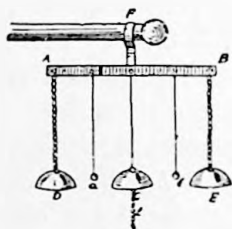

Fig. 26
b) Clopoșeii electrici. — De varga metalică  $AB$  (fig. 26) sunt legați la extremități clopoșeii  $D$  și  $E$  prin câte un lanț, iar la mijloc clopoșelul  $C$ , printr'un fir izolator de mătase și pus în legătură cu pământul printr'un lanț metalic  $I$ . Între clo-